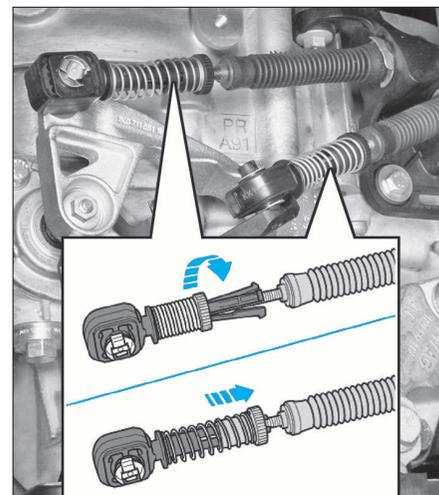

FIG. 17
- Sur chaque câble, tourner maintenant le mécanisme de sûreté vers la gauche jusqu'en butée (Fig.17).
- Remettre la pige (2) dans sa position initiale.